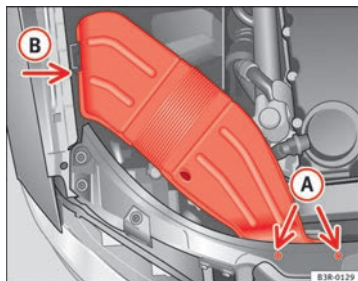

Fig. 201 Conducción de ventilación en el lado derecho del vehículo
- Desenrosque los tornillos (A) ⇒ fig. 201.
- Separe la conducción de ventilación de la guía (B) y extráigala. ■